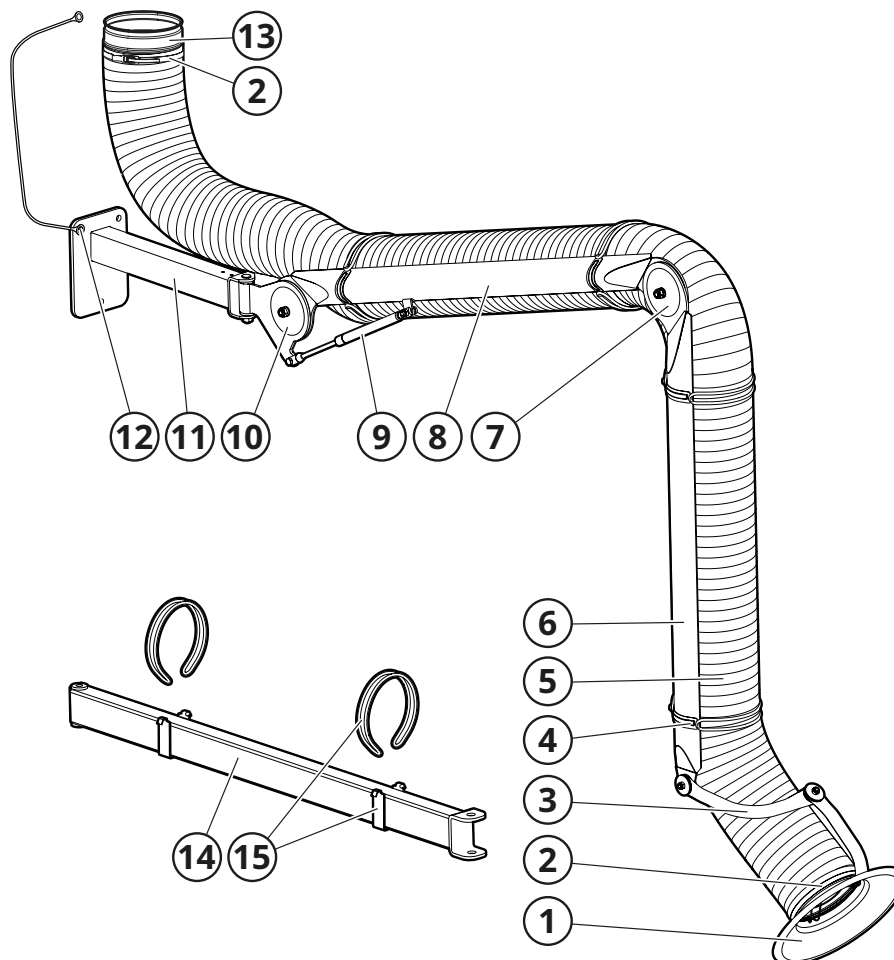

Fig. 2
Voir la Fig. 2.
Le dispositif d'extraction locale se monte sur une fixation murale (11, Fig. 2) en standard et comporte des bras porteurs placés à l'extérieur (6, 8). Sur l'articulation supérieure (10) se trouve un vérin à gaz (9) qui équilibre le poids du bras. La résistance du bras est réglée dans chaque articulation (7, 10). La hotte (1) est conçue pour une efficacité d'aspiration maximale et est idéale pour l'interception des gaz et poussières. L'articulation de la hotte (3) peut se plier de 180+180°. Le flexible (5) est monté sur le bras à l'aide de la fixation rapide (2) sur la hotte et des fixations de flexible Fumex Q-Maid™ (4). Le dispositif d'extraction locale est doublement mis à la terre à l'aide d'une fixation rapide (2) et d'un câble de mise à la terre (12) sur le connecteur (13).